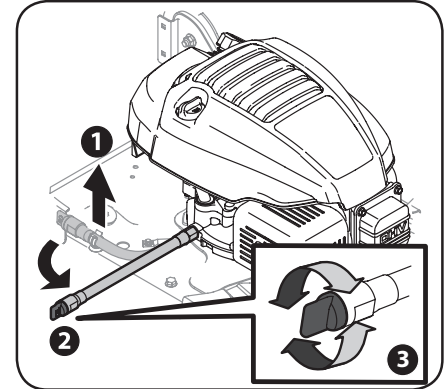
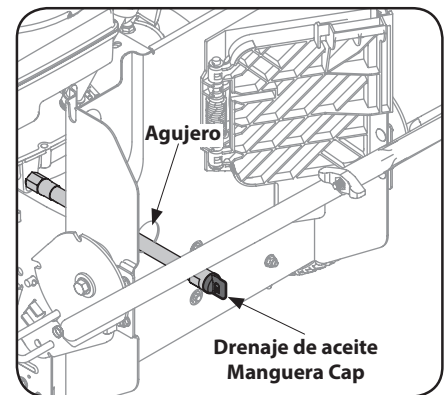

Figura 4-3
Figura 4-4
Cada uno de los ejes y rueditas de la rueda delantera viene equipado con un accesorio de engrase. Vea la Figura 4-3. Lubrique con grasa multiuso No. 2 aplicada con una pistola de engrasar cada 25 horas de funcionamiento de la cortadora o una vez por temporada.
1. Tire hacia arriba de la manguera de drenaje de aceite para soltarla de la plataforma. Consulte la Figura 4-3 para el motor MTD y la Figura 4-4 para el motor Briggs & Stratton.
NOTA: Para las unidades equipadas con el motor y embolsadora Briggs & Stratton, retire la embolsadora de la cortadora de césped, que expondrá un agujero en la placa trasera de la segadora cuando la puerta se cierra embolsadora para pasar la manguera de drenaje de aceite a través. Ver Figura 4-4.
3. Desenrosque la tapa del extremo de la manguera de drenaje de aceite para empezar a drenar el aceite. Consulte el recuadro de la Figura 4-3.